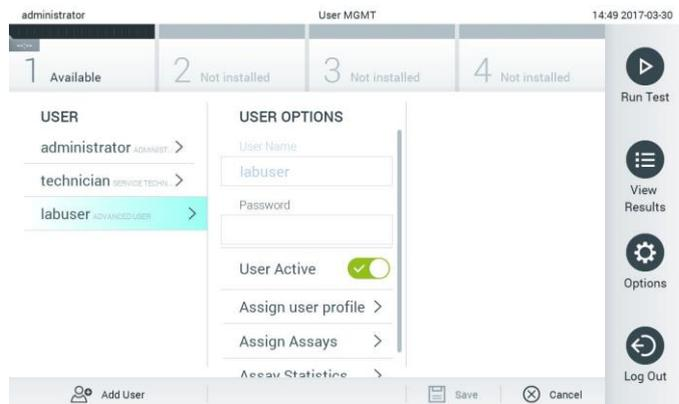

Рис. 48. Выбор пользователей и управление ими.
2. Выберите запись пользователя, к которой требуется применить функцию управления, в списке в левом столбце области содержимого (рис. 48).